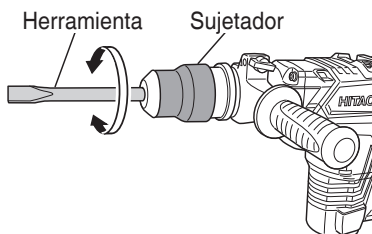

Fig. 9
- (b) Gire el agarre o la herramienta como se ilustra en la Fig. 9 y fije la herramienta en la dirección de funcionamiento deseada.